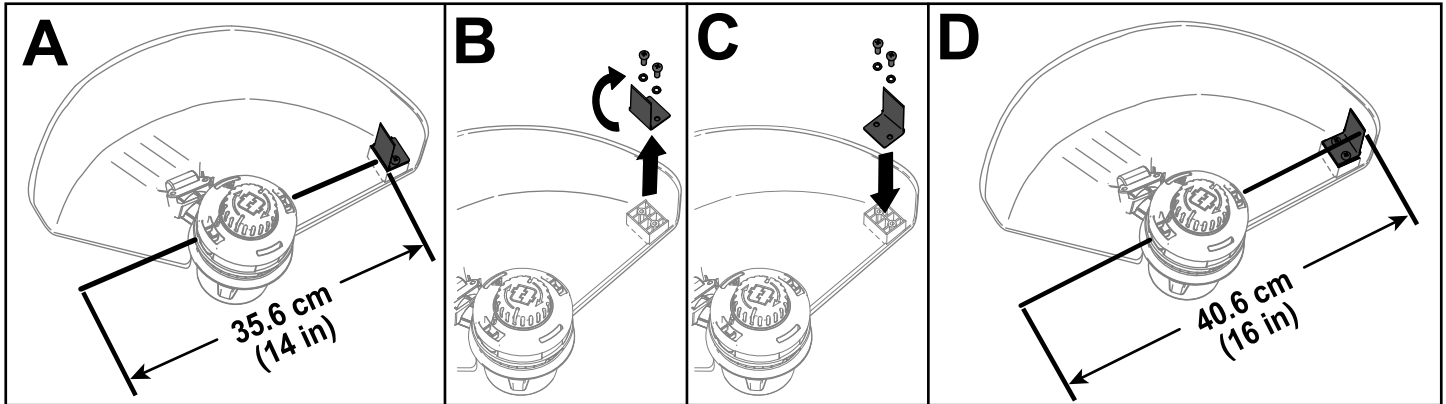

Figura 12
La desbrozadora viene de fábrica con una anchura de corte de 36,6 cm, como se muestra en la Figura 12, A. Consulte las siguientes instrucciones para ajustar la anchura de corte a 40,6 cm, como se muestra en la Figura 12, D.
1. Retire la pletina de anchura de corte de la parte inferior del protector retirando los 2 tornillos que la sujetan con la llave allen suministrada (Figura 12, B) y gire la pletina de anchura de corte 180°.
2. Instale la pletina de anchura de corte girada en el protector usando los 2 tornillos que retiró anteriormente (Figura 12, C).